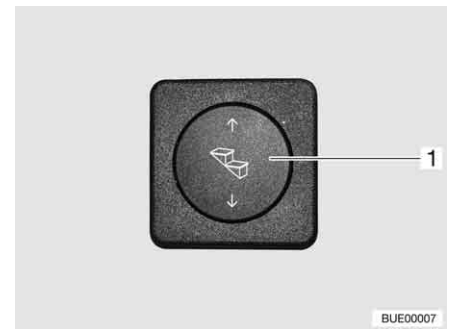

Bild 6 Manöverknapp fotsteg
- Tryck nedtill på vippknappen (Bild 6,1) och håll den intryckt (minst 3 sekunder) tills fotsteget har körts ut helt.
- Tryck upptill på vippknappen (Bild 6,1) tills fotsteget har körts in helt.